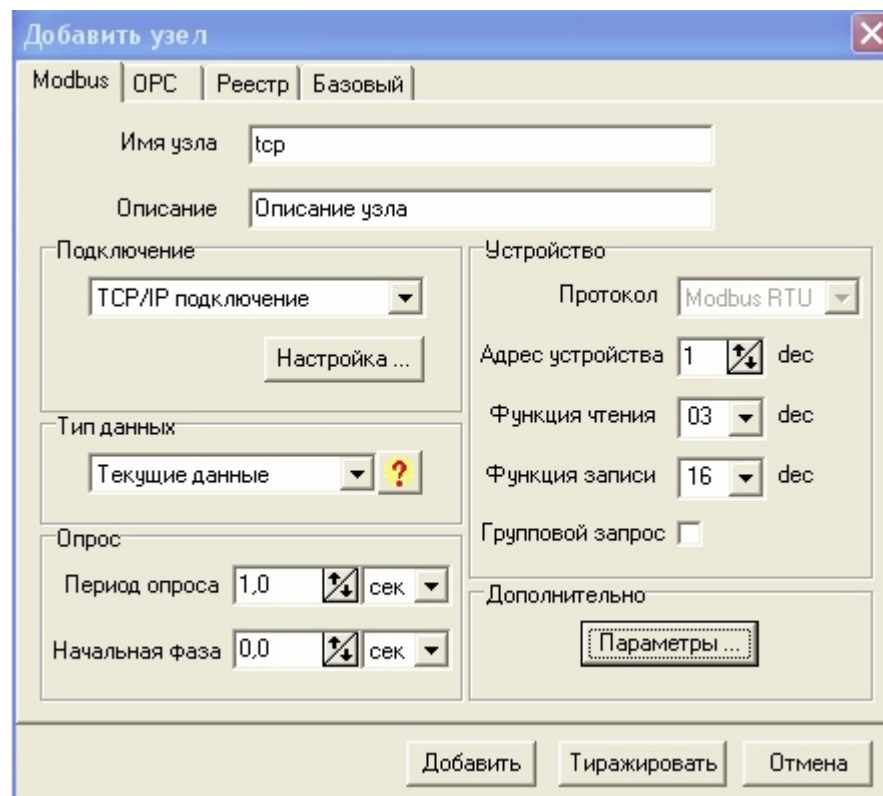

Рис.2.2
- 3) В появившемся окне задать параметры modbus-узла (Рис.2.2). **Описание параметров смотрите в справке LectusOPC.**